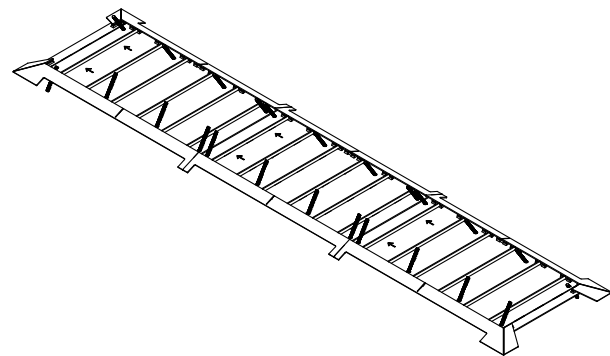

Figura 35
3. Coloque las varillas de refuerzo de acero de 5/8 pulg. x 15 pulg. y clávelas en los agujeros perforados. Deje 10 mm (3/8 pulg.) por sobre de las placas de piso. Consulte la **Figura 35**.